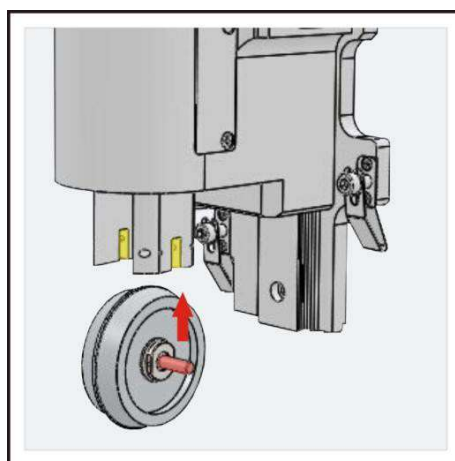

Рис.29
- Установите колесо в прямоугольные пазы держателя (рис. 29)